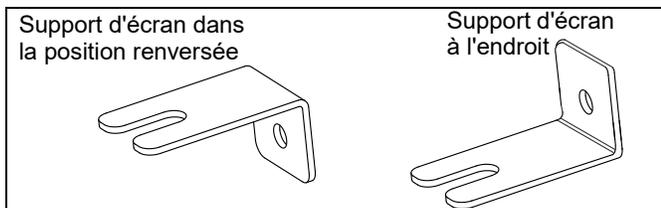

Figure 25
**REMARQUE** : Les supports d'écran (EE) utilisés le long du haut de l'écran DOIVENT être installés à l'endroit. (Voir figure 25)